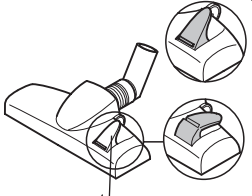

图13
5. 调节地刷按钮(图13/1)。
— 地毯(图13/a)
— 硬地板(图13/b)